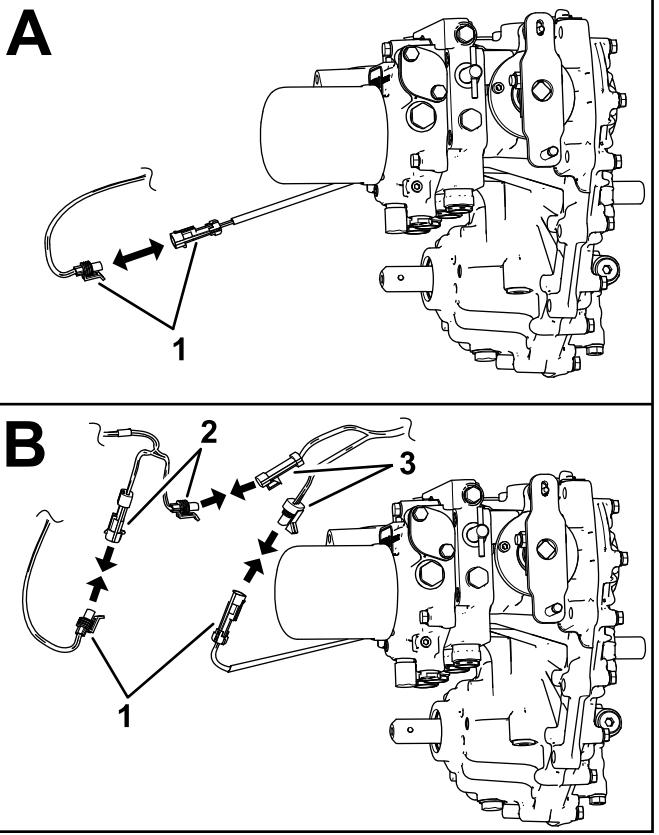
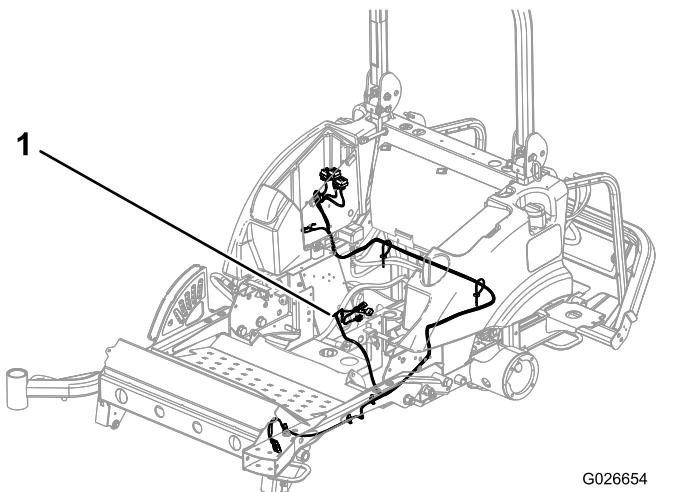

図 23
図 24
4. トランスミッションの前部、オイルフィルタの近くで、コネクタを外す図 23。
5. デッキ用ワイヤハーネスをトランスミッション図 24まで配設してデッキ用ハーネスと昇降遅延ハーネスを、トランスミッションの対応コネクタに接続する図 23のBを参照。